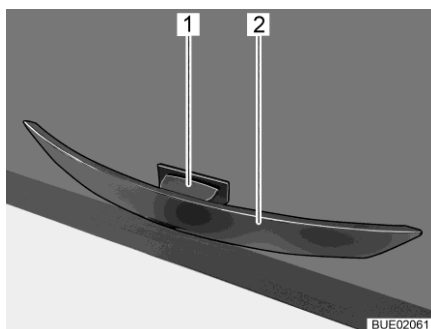

Bild 88 Handtag med frigöringsknapp
- Tryck på frigöringsknappen (Bild 88,1) och håll den intryckt.
- Öppna skåpluckan genom att dra i handtaget (Bild 88,2).